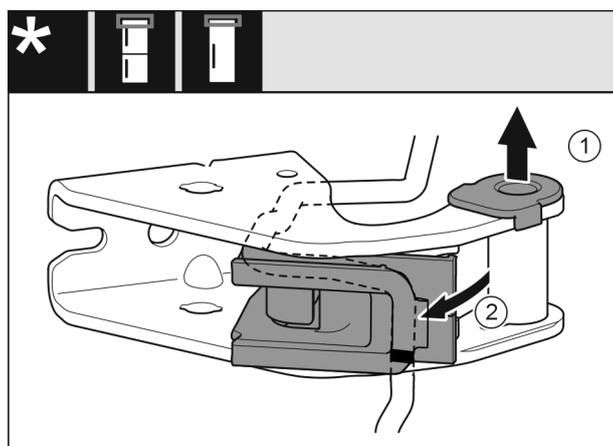

Fig. 26
- ▶ Izvucite čahuru ležaja iz vodilice. Fig. 26 (1)
- ▶ Zakrenite držač kabela prema van. Fig. 26 (2)